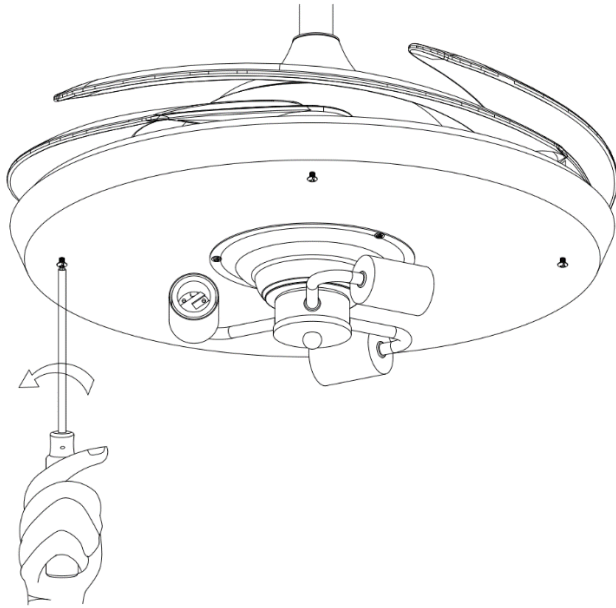

Fig. 12
4. Afloje los 3 tornillos de la placa de soporte del juego de luces. (Fig. 12)